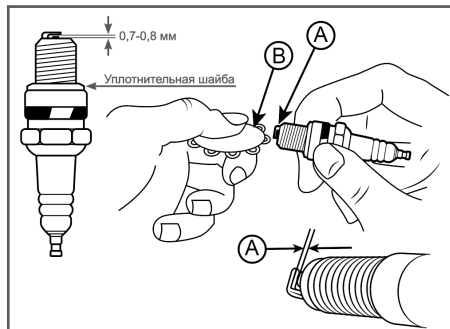

Рис. 12 Обслуживание свечи зажигания
4. Измерьте зазор А между электродами свечи зажигания специальным щупом В (Рис. 12). Зазор А должен быть 0,7-0,8 мм (Рис.12). При увеличении или